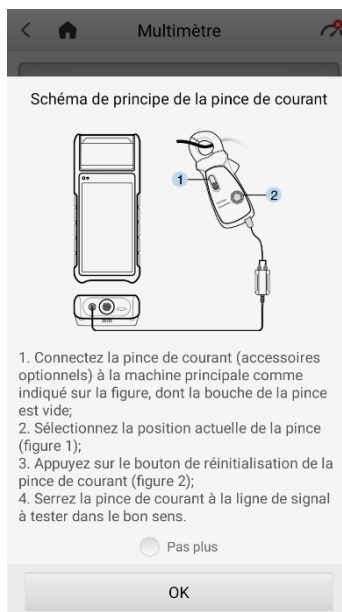

Figure 9-3 Schéma de *principe d'une pince ampèremétrique*
3. Lors de la mesure du courant alternatif/continu, les différentes pages de mesure nécessitent différentes manipulations de la pince (voir figure 9-3). Appuyez **à nouveau** pour masquer le schéma.